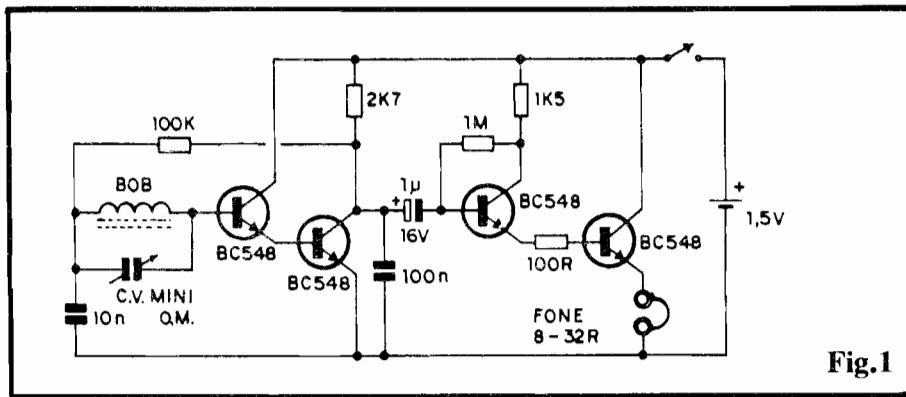

Fig.1
- FIG. 1 - DIAGRAMA ESQUEMÁTICO DO CIRCUITO - Um circuito, baseado totalmente em transístores comuns (porém de alto ganho individual...), foi escolhido, com seus 4 componentes ativos (todos meros BC548...) agrupados em dois blocos **Darlington**. Os dois BC548 da esquerda amplificam, em ganho bastante elevado e de forma direta, a Rádio-Frequência previamente sintonizada pelo conjunto LC (bobina e capacitor variável para O.M.). Como um "lado" do conjunto de sintonia é acoplado diretamente à **base** do conjunto **Darlington**, o capacitor de 10n desacopla à "terra", de modo a não "bagunçar" a polarização dos transístores... Falando em polarização, como carga de **coletor** desse primeiro **Darlington** temos um resistor de 2K7, enquanto que, na "polarização automática" de **base**, usamos um resistor de 100K, com o sistema promovendo, além do estabelecimento do "ponto" ideal de funcionamento dos transístores, um certo